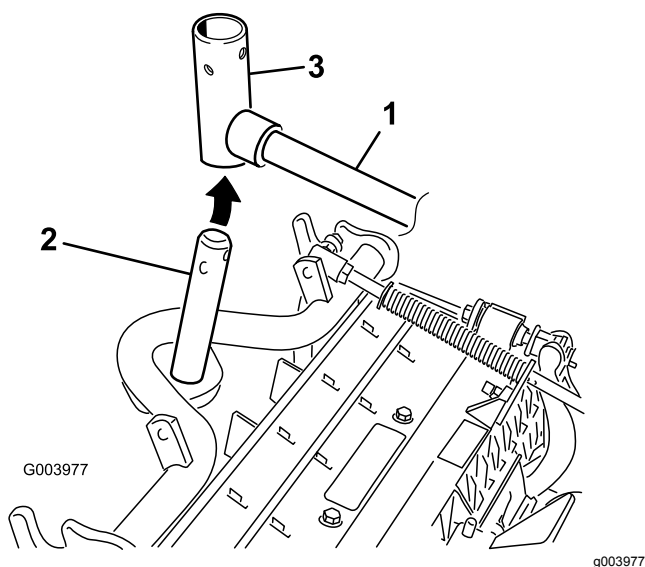

図 11
8. フロントに取り付けるカッティングユニットは、昇降アームの下に入るときにキャリアフレームのシャフトを立てて昇降アームのピボットヨークに挿入する図 11。
- B. 昇降アームのヨークをキャリアフレームのシャフトに通す図 11。